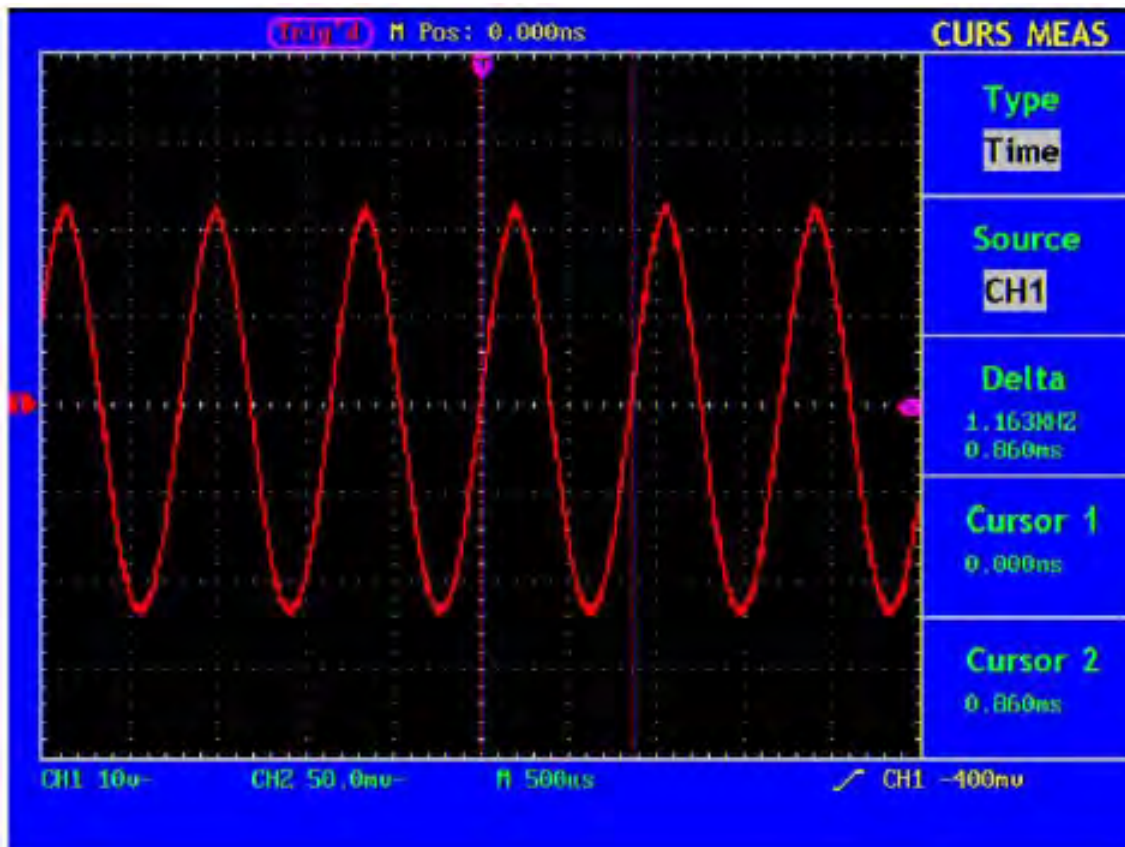

Abb. 52 Wellenform bei der Messung mit dem Cursor
4. Stellen Sie die Positionen von **CURSOR1** und **CURSOR2** entsprechend der zu messenden Wellenform ein; es erscheinen dann Zyklus und Frequenz von Cursor 1 und Cursor 2 im Fenster. Die aktuelle Position von Cursor 1 wird unter Cursor1, die von Cursor 2 unter Cursor2 angezeigt (siehe Abb. 52).